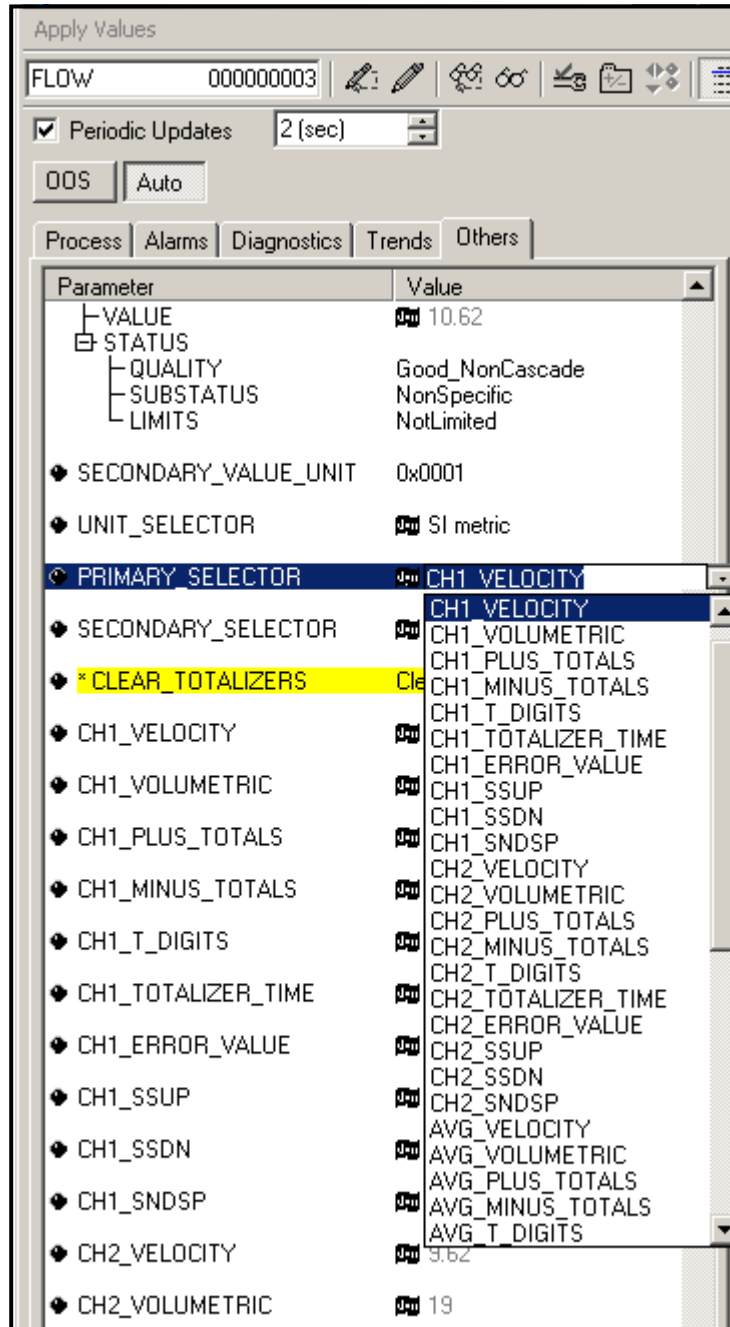

Figura 60: Lista suspensa Primary Selector (Seletor primário)
2. Selecione a guia **Others** (Outros) e abra a lista suspensa para PRIMARY_SELECTOR (SELETOR_PRIMÁRIO) e SECONDARY_SELECTOR (SELETOR_SECUNDÁRIO) (consulte a Figura 60 na página 119).
3. Selecione a unidade na lista (consulte a Figura 60 na página 119).
1. Após selecionadas as medições desejadas para o PRIMARY (SELETOR PRIMÁRIO) e o SECONDARY_SELECTOR (SELETOR SECUNDÁRIO), escolha o sistema de unidade (UNIT_SELECTOR (SELETOR_UNIDADE) acima do PRIMARY_SELECTOR) (SELETOR PRIMÁRIO) que foi programado no medidor de vazão (inglês ou SI), conforme mostrado na *Figura 60* abaixo.